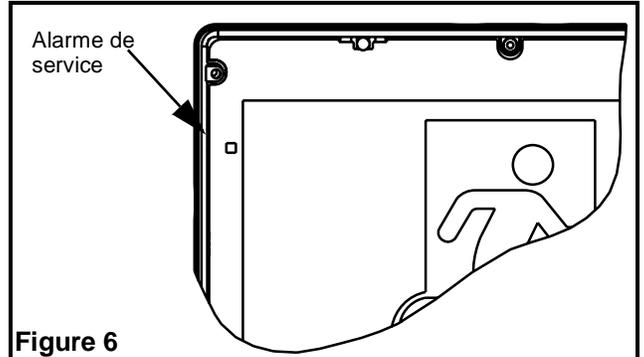

Figure 6
Pour activer l'interrupteur magnétique pour effectuer un test manuel, tenir l'aimant fourni près de l'endroit indiqué près des indicateurs DEL (voir figure 6). Un test de une minute sera initié. Les lampes illumineront pour environ une minute, ensuite l'unité retournera en mode normal automatiquement. Le test peut être annulé en passant l'aimant près de l'interrupteur à nouveau.
**Indicateurs externes :** Alarme de service (service requis). La lampe témoin s'allumera si une condition d'alarme est détectée (voir figure 6).